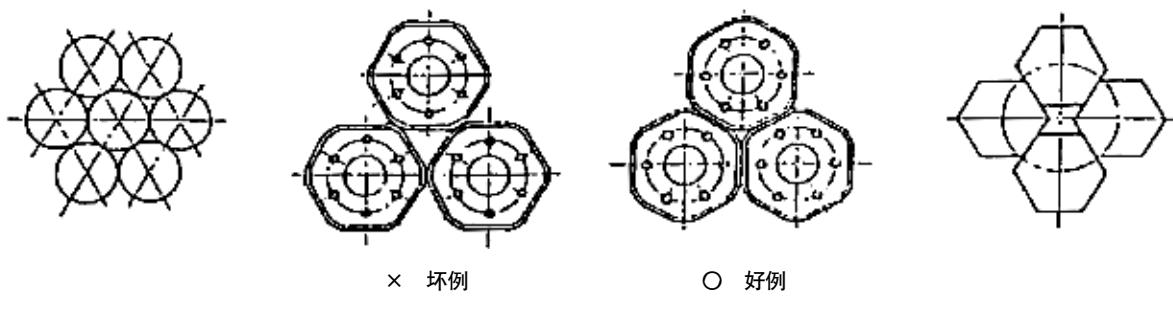
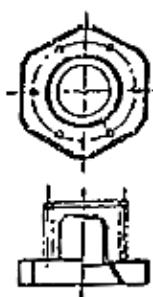

图3
图4
④ 滤芯安装件按(图3)的(b)(c)所示的方法装入。
注) 图3(b)(c)上是图4的滤芯安装件(弹簧、停止振动作件、滤芯座)的排列状态。